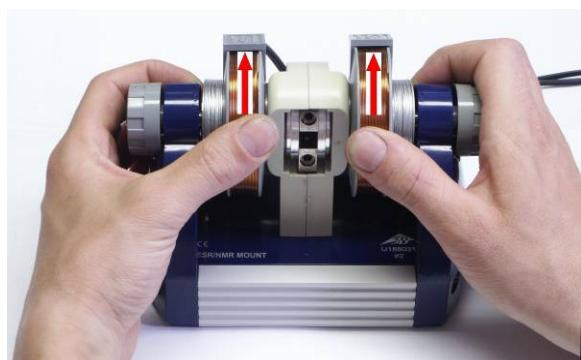

Fig. 10 Deslocar os imãs
**7.5.3** Afrouxar levemente os parafusos serrilhados e mover os imãs 1 até 2 mm para fora da posição terminal. Para isso empurrar as duas bobinas para trás com os polegares e com os dedos apoiá-las na unidade base (Fig. 10). Aparafusar os parafusos serrilhados enquanto observa o 'Peak'.